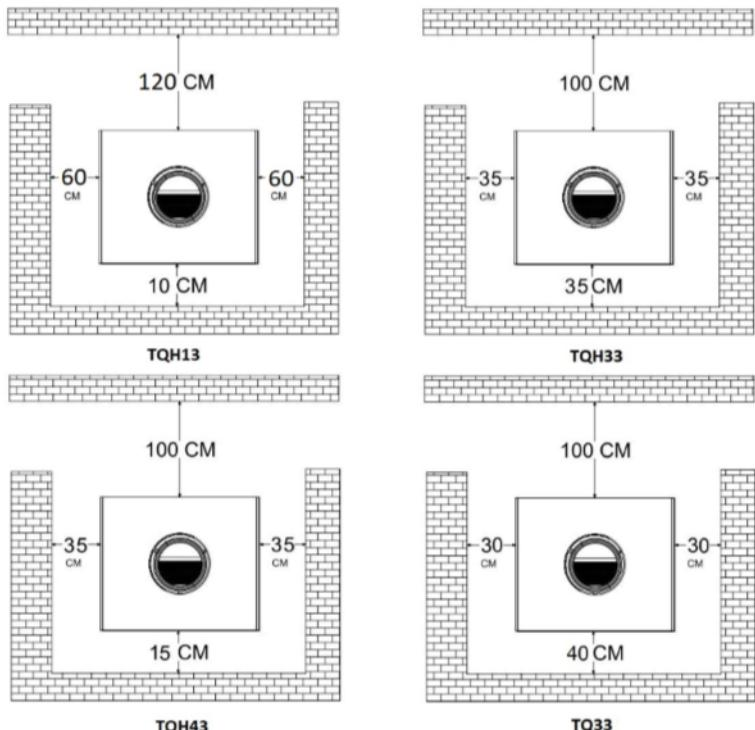

Fig. 1. Distances de sécurité.
**Attention: les distances de sécurité par rapport aux éléments combustibles sont indiquées sur la plaque signalétique de l'appareil (Fig. 1).**
Pour les poêles installés avec le système Catalytic Hybrid Woodbox, un espace d'au moins 10 cm doit être laissé entre l'arrière du poêle et le mur pour actionner la commande d'ouverture du bypass. Maintenir la distance de sécurité spécifiée à la figure 1 s'il s'agit de matériaux combustibles.